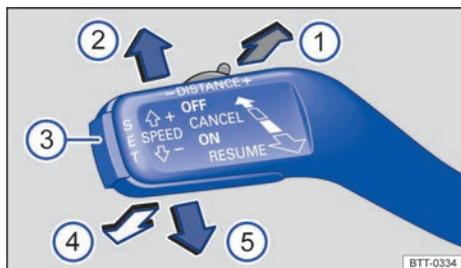

Fig. 200 Lado izquierdo de la columna de dirección: palanca de mando del control de cruceo adaptivo.
Si, con una velocidad programada de, p. ej., 76 km/h (47 mph), se presiona la palanca → fig. 200 *brevemente* hasta la posición **SPEED +** ②, la velocidad aumenta hasta el siguiente valor superior de 10 km/h (5 mph), p. ej., a 80 km/h (50 mph). La velocidad solo volverá a aumentar en pasos de 10 km/h (5 mph) cuando se vuelva a presionar la palanca *brevemente* hasta la posición **SPEED +** ②.